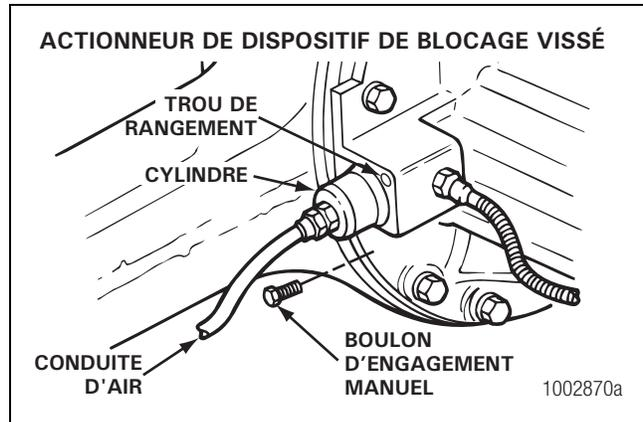

Figure 6.21
- B. S'il s'agit d'un actionneur vissé, poser la vis courte ou le bouchon court dans le trou de rangement situé en partie supérieure de l'actionneur vissé du dispositif de blocage de différentiel. Figure 6.21.